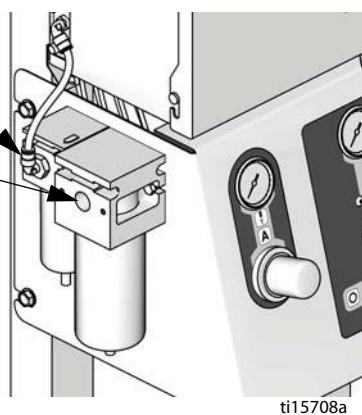

Рис. 17. Снятие блока органов пневматического управления
2. См. Рис. 17. Отсоедините линии подачи воздуха на насосы, главную линию подачи воздуха и линию подачи воздуха на соленоиды.